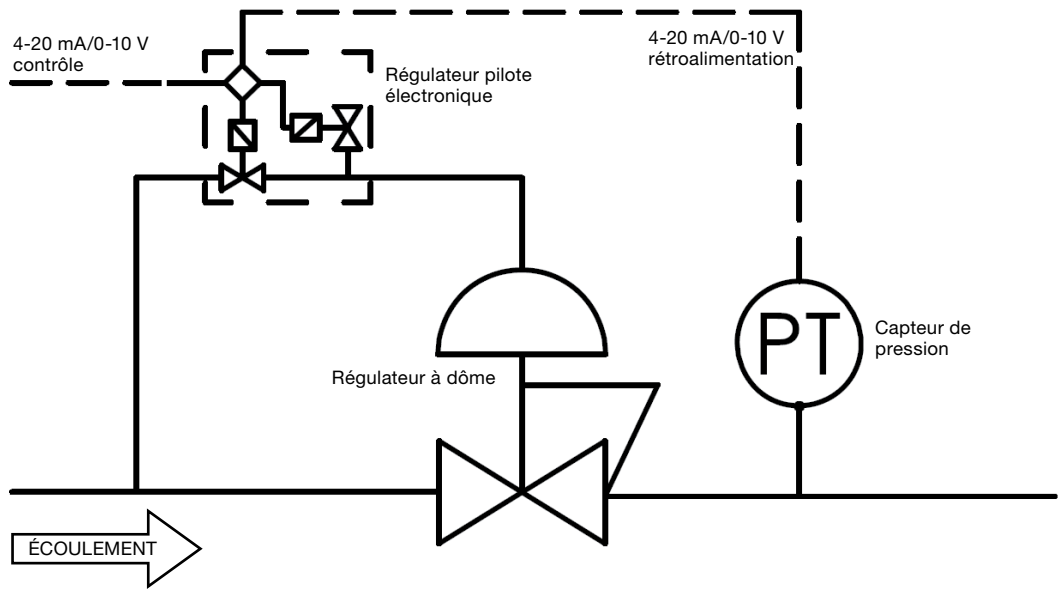

Figure 6
- **Contrôle électronique.** Dans cette configuration, un régulateur pilote électronique, alimenté par la pression du système, est utilisé conjointement avec un capteur de pression pour contrôler directement la pression dans le dôme (cf. Figure 6). La pression de sortie du régulateur principal sera limitée par la pression de sortie du régulateur électronique. Cette configuration ne convient pas aux applications qui mettent en œuvre des liquides.